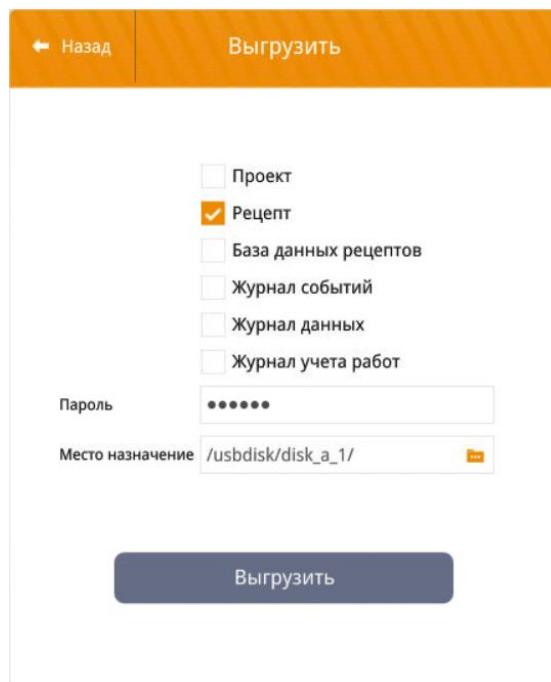

Рисунок 7.6 – Окно «Выгрузить»
13. В окне «Выгрузить» (рисунок 7.6) установить значения в поле: «Рецепт». Выбрать каталог сохранения настроек на USB Flash-накопителе или SD-карте памяти, нажав символ (📁). Ввести пароль в поле «Пароль:» (по умолчанию 111111). Примеры пути к файлу на USB Flash-накопителе или SD-карте памяти для сохранения журнала архивных сообщений: